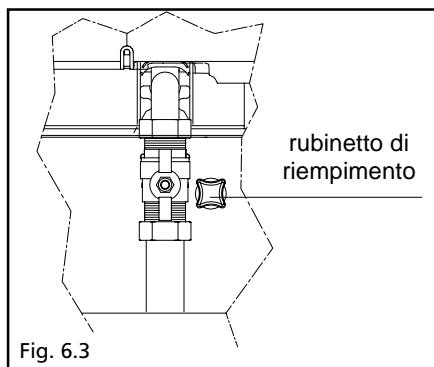

Fig. 6.3
- aprire il rubinetto di riempimento (fig. 6.3) fino a che la lancetta dell'idrometro ritorni nel "campo di pressione corretto" (fig. 6.1).